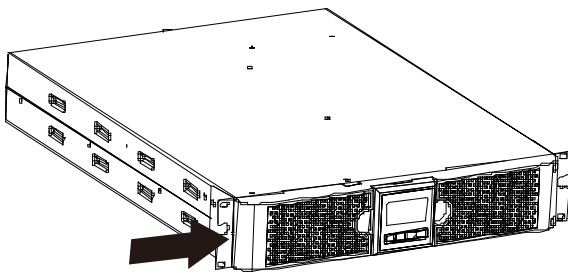

Fig 4
1. Alinhe os orifícios de montagem com os orifícios para parafuso na parte lateral da UPS e aperte os parafusos. (Fig 4)